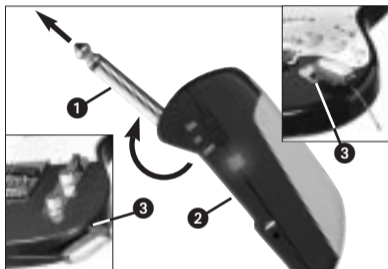

Fig. 3 : Fixation de l'émetteur sur l'instrument
4.1 Fixation de l'émetteur (voir Fig. 3)